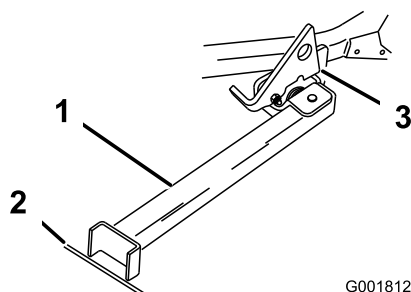

Figura 34
3. Alzate il dispositivo di chiusura. Portate il piede del supporto sul davanti e spostate il supporto verso la macchina, nell'intaglio inferiore (Figura 34).
6. Mettete a terra il piede del supporto ed appoggiate il dispositivo di chiusura sull'aletta orientabile (Figura 34).
Nota: Per ottenere risultati ottimali, appoggiate il piede del supporto nelle fessure del marciapiede o nel tappeto erboso (Figura 34).
8. Guidate sul supporto. Fermatevi quando il dispositivo di chiusura cade sull'aletta e si chiude (Figura 34). Una volta sul supporto, innestate il freno di stazionamento e spegnete il motore.